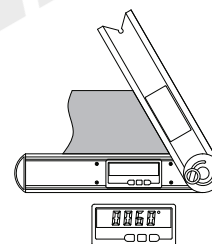
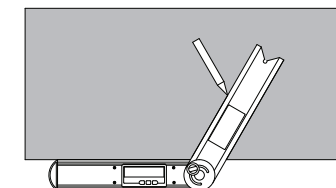

Fig.7
Fig.9
- c. Misure angolari (Fig.7 e 8) e linee di disegno ausiliarie (Fig.9).